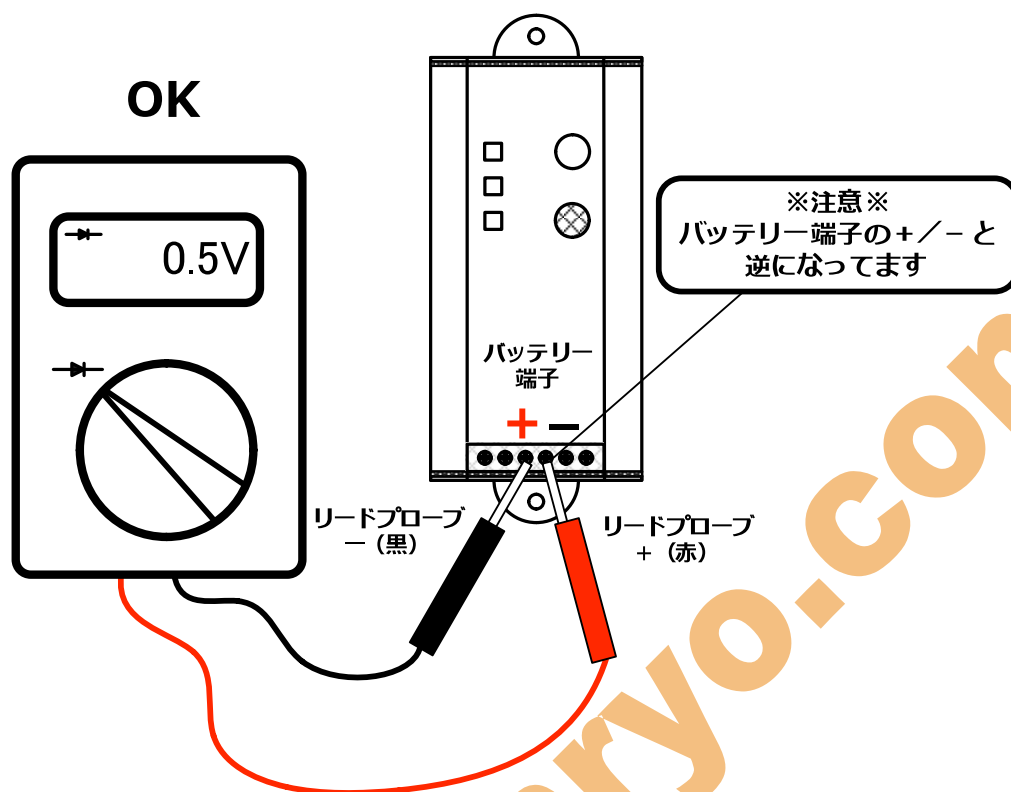

図1：ヒューズ確認方法
- (1) デジタルマルチメーターをダイオード測定モードにしてください。
- (2) デジタルマルチメーターのプラス（+）側のプローブを SolarAmp mini のバッテリー端子のマイナス（-）側に当ててください。
- (3) デジタルマルチメーターのマイナス（-）側のプローブを SolarAmp mini のバッテリー端子のプラス（+）側に当ててください。
- (4) 図1の様にヒューズが正常（切断していない）であれば0.4～0.5V程度のダイオード順方向電圧が測定できます。ヒューズが切断されていた場合この電圧が測定できません。（解放時と同じ状態になります）